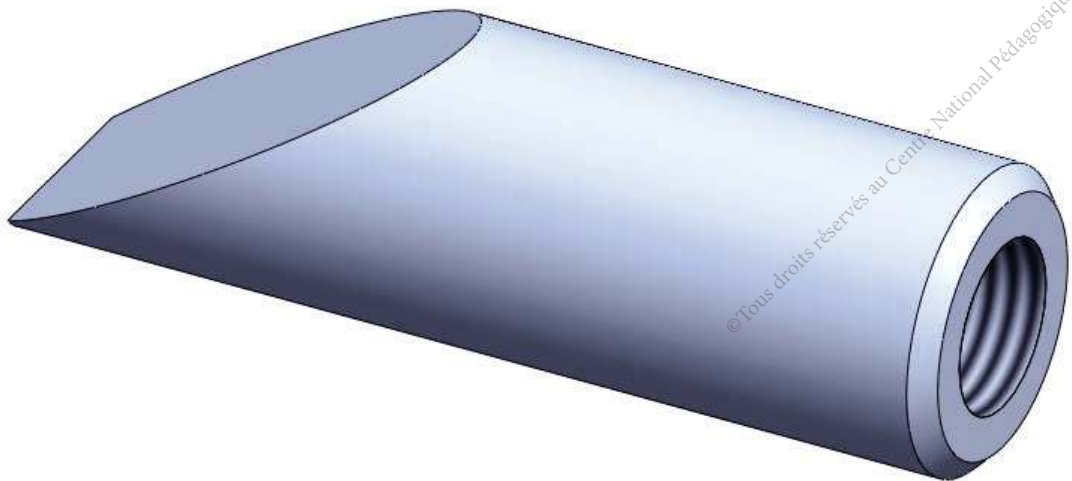

Figure 6
- Finalement, on obtient le modèle en 3D de la cale oblique (7) comme l'indique la figure 6.